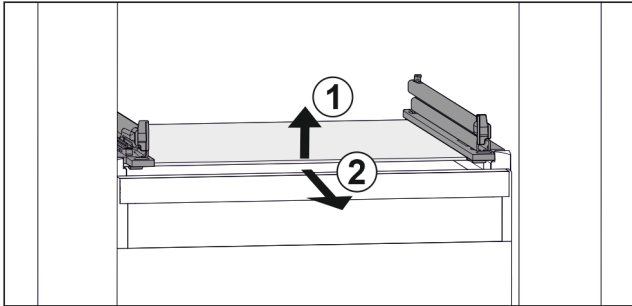

Fig. 110 Примерно изображение на стъклената плоча
- ▶ Повдигнете стъклената плоча отпред. Fig. 110 (1)
- ▶ Извадете стъклената плоча напред. Fig. 110 (2)